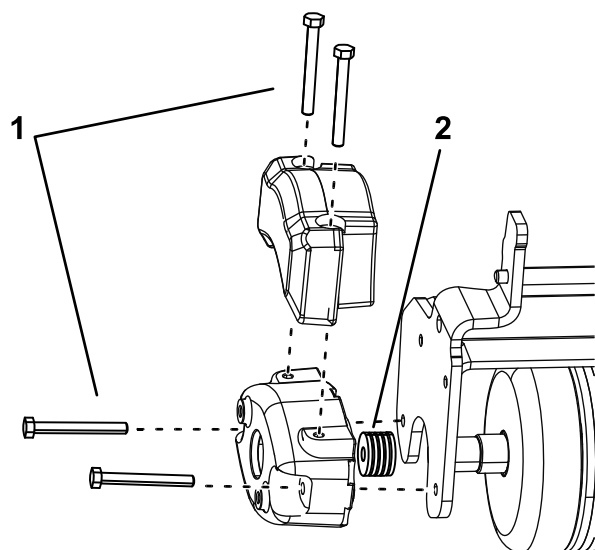

Рисунок 5
- Установите 2 болта (5/16-18 x 2¾ дюйма), как показано на Рисунок 5.
- Установите по 4 шайбы (½ дюйма) на каждый болт между противовесом и боковой пластиной тройного катка Tri-Roller (Рисунок 5).